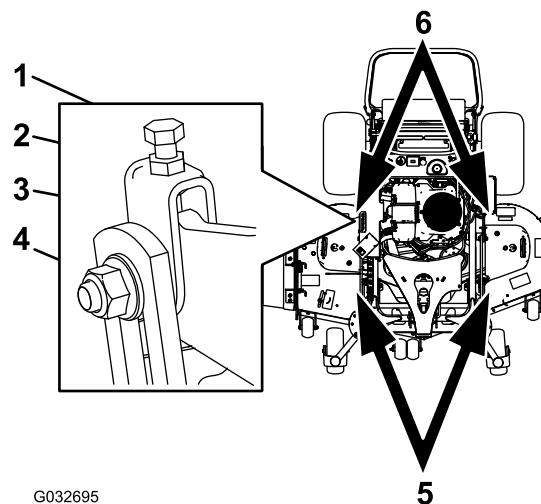

Figura 91
1. Afloje la contratuerca y el perno lateral de las horquillas que desea ajustar (Figura 91).
2. Gire el perno superior de las horquillas para ajustar la altura de la carcasa de corte (Figura 91).
5. Si la medida no es correcta, localice las dos horquillas en la máquina (Figura 91).